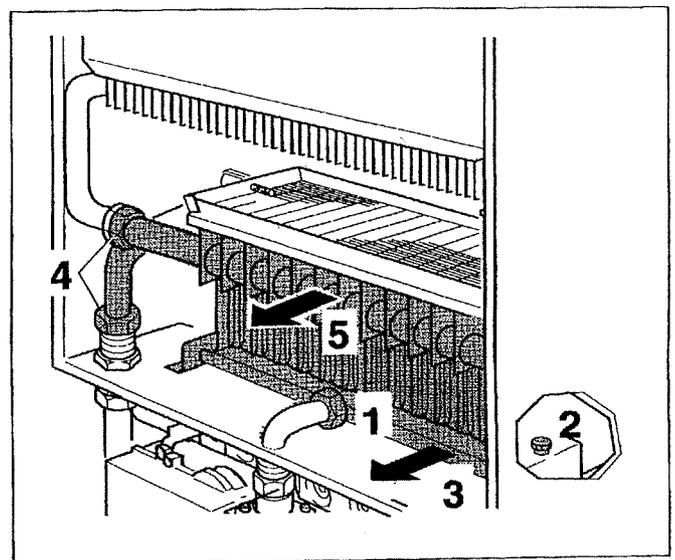

Fig. 31 Rimozione piastra ugelli
- ◆ Svitare il raccordo gas della piastra ugelli (Fig. 31, punto 1).
- ◆ Svitare le viti a destra e a sinistra (Fig. 31, punto 2) e rimuovere la piastra ugelli (Fig. 31, punto 3).
- ◆ Svitare gli attacchi dell'acqua del bruciatore (Fig. 31, punto 4).